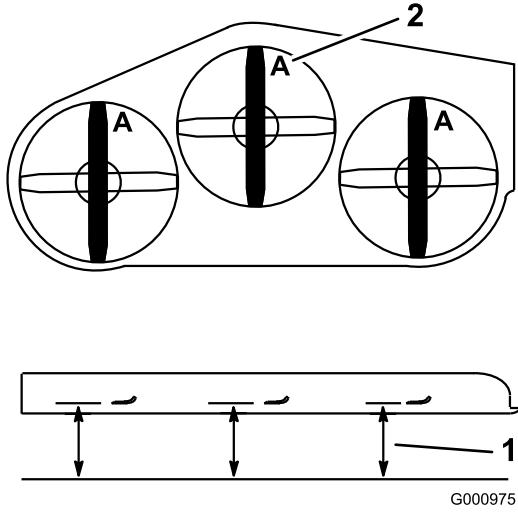

Figura 81
- Girate le lame fino a disporle in parallelo con la lunghezza della macchina (Figura 81). Misurate da un piano orizzontale fino al tagliente delle lame, posizione A, (Figura 81). Prendete nota di questa misura.